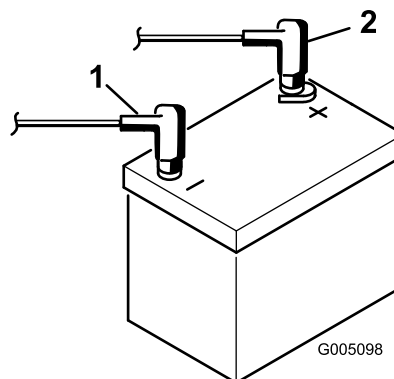

図 8
8. 赤いプラス（+）ケーブルをバッテリーのプラス（+）端子に、黒いマイナス（-）ケーブルはバッテリーのマイナス（-）端子にはめ、ボルトとナットで固定する（図 8）。ショート防止のために（+）端子にゴムキャップをかぶせる。